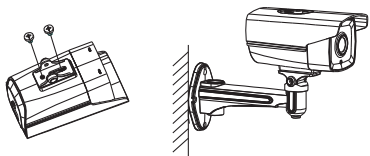

图3-8 固定摄像机
3.用2颗螺丝将摄像机固定到上下摆动支架上。如图3-8所示。